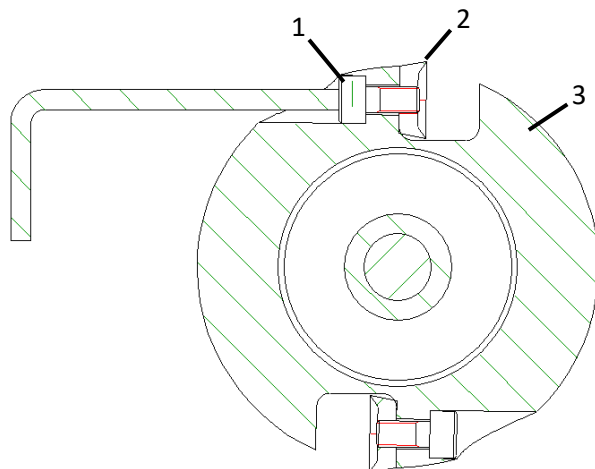

Fig. 3. Udskiftning af kniv
- Knivskruer (1 – Fig. 3) på fræsehoved (3 – Fig. 3) løsnes med en unbraconøgle 3 mm.
- Udskift rundkniven (2 – Fig. 3) eller drej rundkniven 180°.